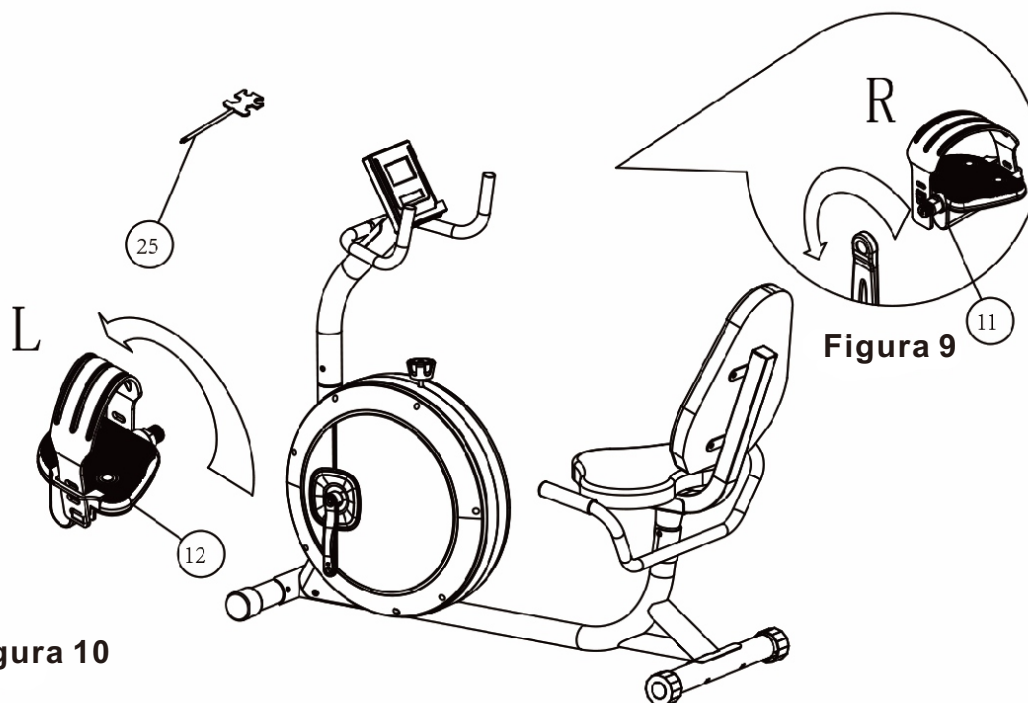

Figura 10
10. Aliniați pedala L cu deschiderea filetată a manivelei și montați-o rotind-o în sens invers acelor de ceasornic în direcția indicată de săgeată. Așa cum se arată în Figura 10.